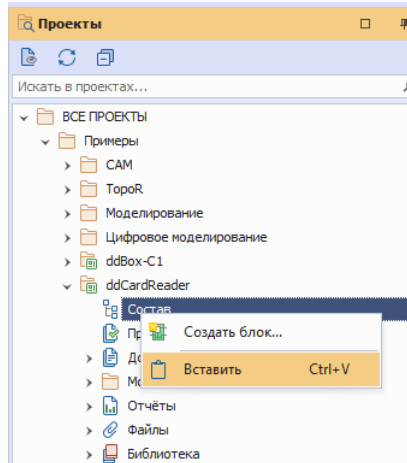

Рис. 243 Вставка блока в другой проект
1. Выбрать другой проект в дереве проектов «Проекты» → «Состав», вставить блок из буфера, см. Рис. 243.